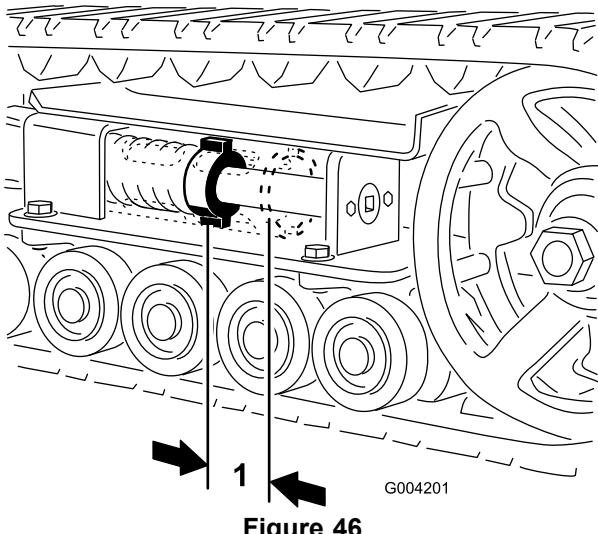

Figure 46
4. À l'aide d'une clé à douille de 13 mm (1/2 po), tournez la vis de tension dans le sens antihoraire jusqu'à obtention d'un espace de 7 cm (2-3/4 po) entre l'écrou de tension et l'arrière du tube de tension (Figure 46).
11. Tournez la vis de tension dans le sens antihoraire, de manière à obtenir un écartement de 7 cm (2-3/4 po) entre l'écrou de tension et l'arrière du tube de tension (Figure 46).